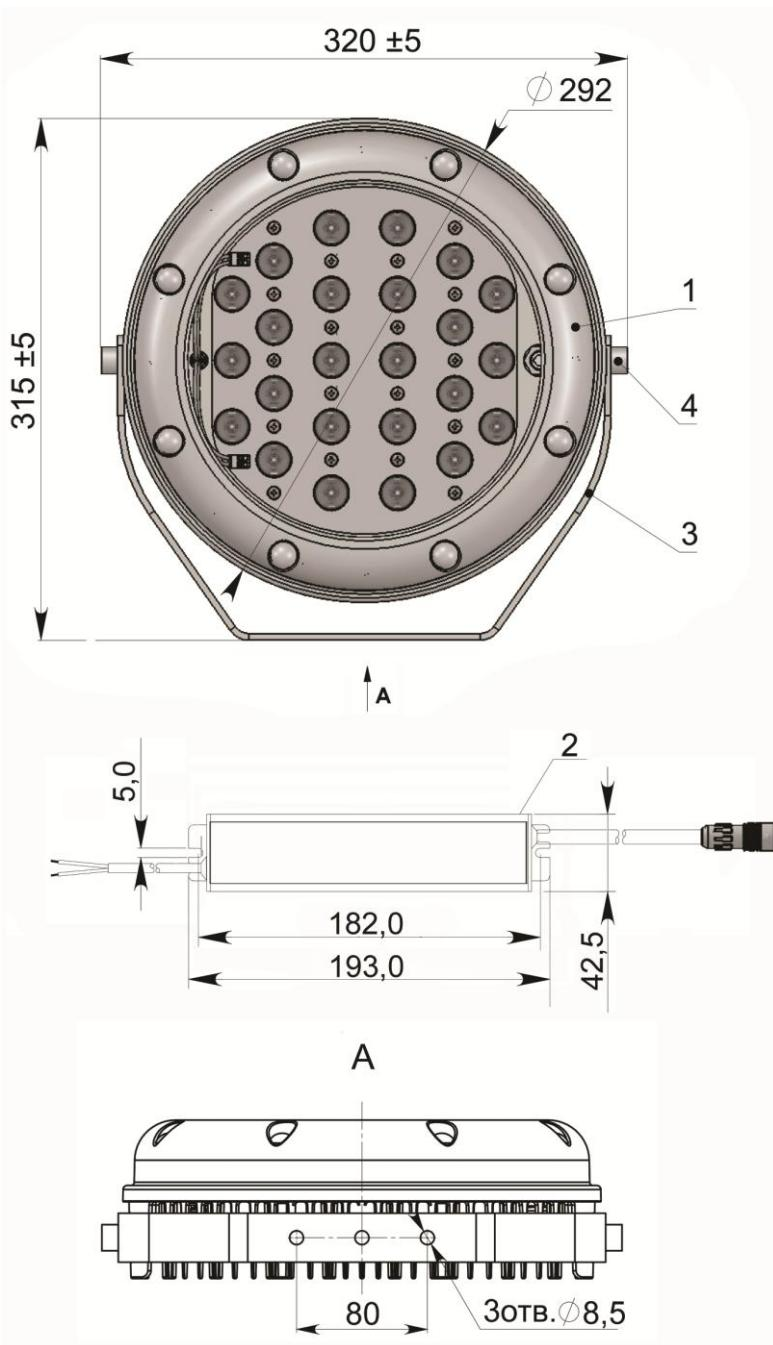

Рис.1
- 2.1. Прожекторы GALAD Аврора LED-24 (рис.1) со светодиодными модулями предназначены для архитектурного освещения зданий.
5.1. Установить оптическую часть прожектора (поз.1), закрепив скобу (поз.3) тремя болтами M8 (см. рис.1).